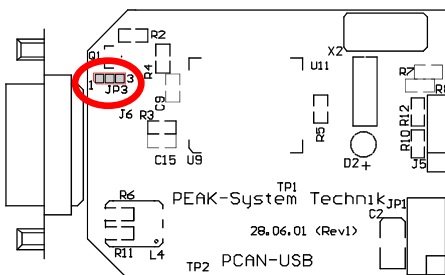
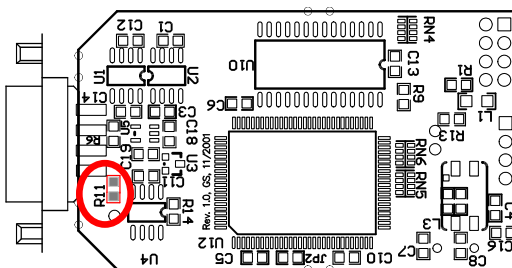

Abbildung 2: Platine PCAN-USB, JP3
Abbildung 3: Platine PCAN-USB ISO, R11
2. Löten Sie auf der Platine des PCAN-USB-Adapters die Lötbrücke entsprechend der gewünschten Einstellung. Abbildung 2 und Abbildung 3 zeigen die Position auf der jeweiligen Platine an, die Tabelle darunter enthält die möglichen Einstellungen.